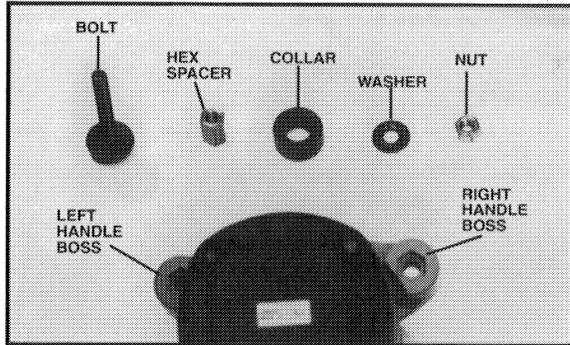

Fig. 1
2. Slide hex spacer (See Fig. 1) onto bolt.